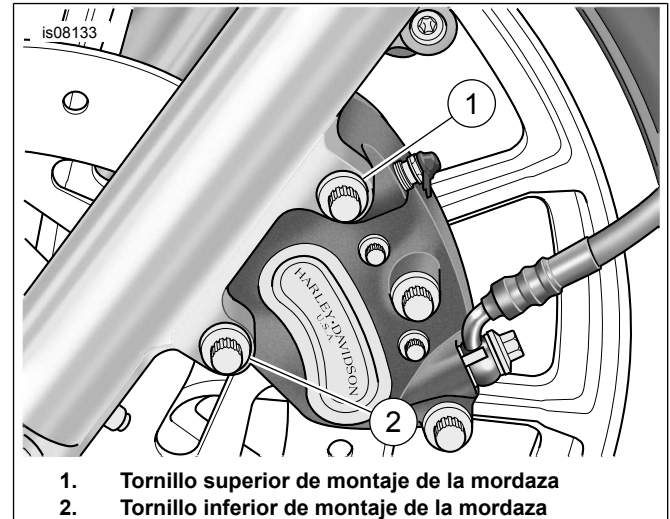

Figura 1. Extracción de los tornillos de montaje de la mordaza
1. Vea Figura 1. Sostenga la mordaza y extraiga los tornillos de montaje superior e inferior de la mordaza.